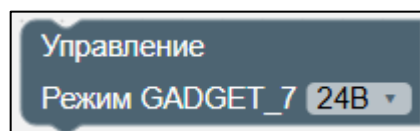

Рисунок II-43 – Блок задания выходного сигнала
2. Питание инструмента (см. Рисунок II-43):
1) Блок задания выходного сигнала (см. Рисунок II-43):